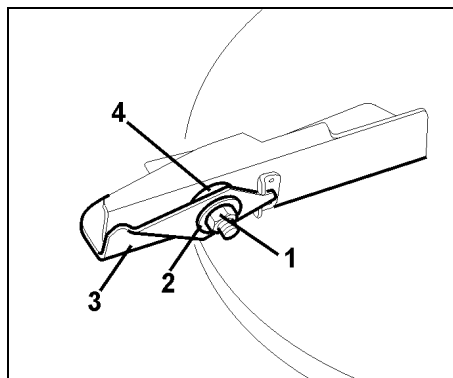

Fig. 66
- -Demontera den självlåsande muttern (Fig. 66/1).
- Demontera tallriksfjädrarn (Fig. 66/2).
- Byt övergödslingsvinge (Fig. 66/3).
- Byt vid behov plastbrickan (Fig. 66/4).
Montera tallriksfjädrarna (Fig. 66/2) växelvis (ej stapelvis). Dra åt den självlåsande mässingmuttern.